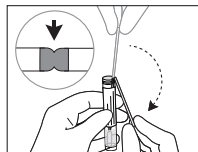

Fig. 2a
- Dobre a haste da zaragatoa num ângulo de 180 graus para a partir no ponto de quebra, mantendo o tubo afastado da cara. Se necessário, rode suavemente a haste da zaragatoa para partir totalmente e elimine a parte superior da haste da zaragatoa (Fig. 2a e 2b). Se a zaragatoa utilizada não tiver um ponto de quebra, corte a parte da haste excedente.